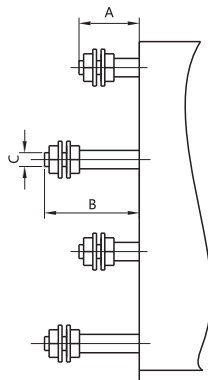

图8
注：a、①安装板开孔 b、螺栓后接线端子见图8和表9
c、螺栓后接线端子见图8和表9 d、安装螺栓为2-M4x60